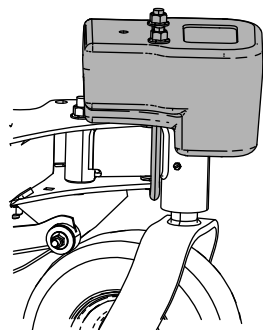

図 22
**注** 52" デッキ付きのマルチフォースには、長い U ボルトを使用してください。ウェイトはフレーム上部に載せません 図 22。